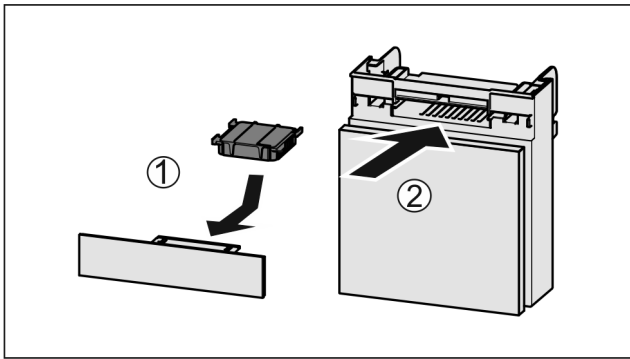

Fig. 112
- ▶ Actiefkoolfilter overeenkomstig afbeelding aanbrengen Fig. 112 (1).
- ▶ Lade erin schuiven Fig. 112 (2).